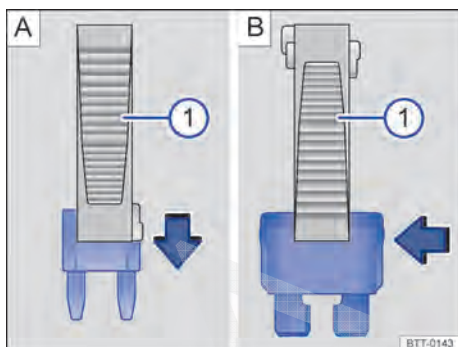

Fig. 170 Remover ou instalar um fusível com a garra da pinça de plástico ①.
- Se necessário, retirar a pinça de plástico → Fig. 170 ① do suporte. O suporte se encontra na parte traseira da caixa de fusíveis perto da tomada de conexão para diagnóstico.
- Em caso de *fusíveis pequenos*, encaixar a garra ① por cima → Fig. 170 A.
- Em caso de *fusíveis maiores*, empurrar a garra ① lateralmente sobre o fusível → Fig. 170 B.
- Caso o fusível esteja queimado, substituir o fusível por um novo da *mesma* intensidade de corrente (mesma cor e inscrição) e do *mesmo* tamanho → ①.